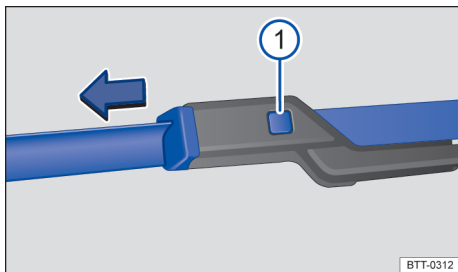

Fig. 143 Substituir as palhetas dos limpadores do para-brisa.
- Manter o botão de destravamento pressionado e, ao mesmo tempo, retirar a palheta dos limpadores do para-brisa no sentido da seta → Fig. 143 ①.